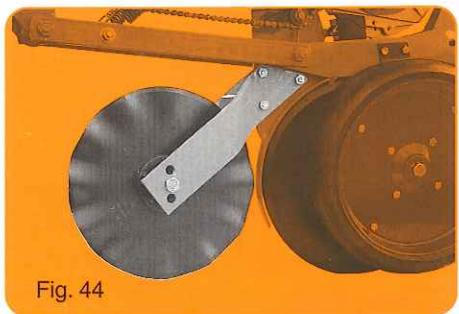

Fig. 44
- Coutre Ø 350 (fig. 44).
- Furchenlockerer Ø 350 (fig. 44)
- Smooth disc Ø 350 (fig. 44).